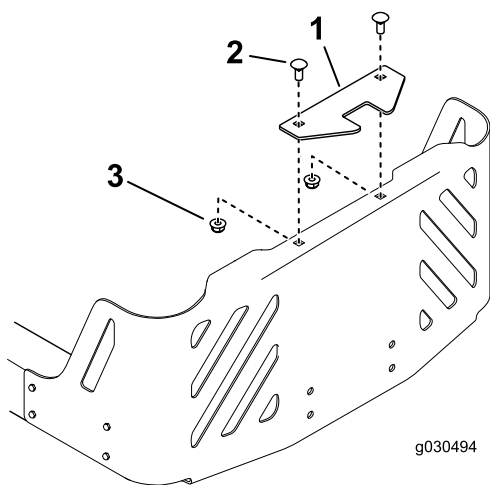

Figura 10
1. Instale el soporte de estabilización en el protector del motor usando dos pernos de cuello cuadrado (5/16" x 3/4") y 2 contratuercas (5/16") (Figura 10).